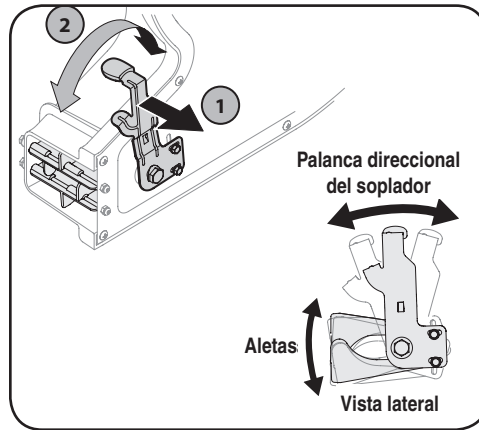

Figura 3-2
1. Tire de la palanca hacia afuera del soplador. Consulte la Figura 3-2.